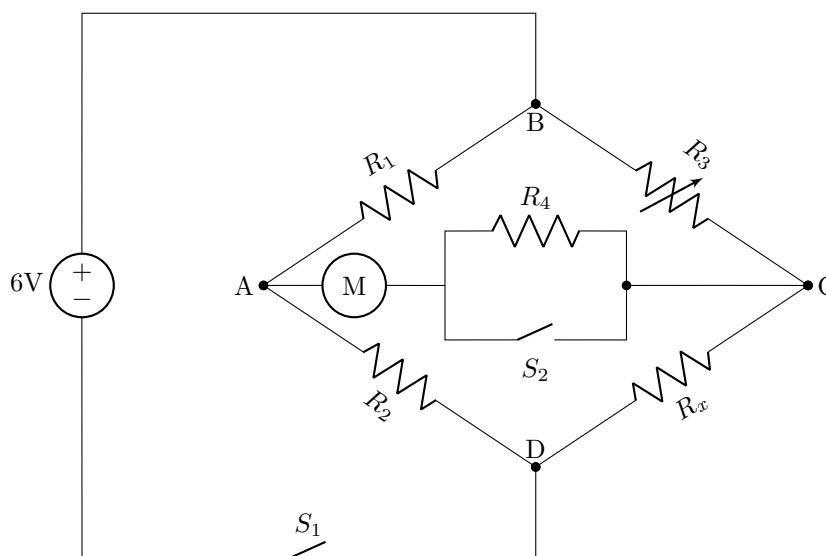

Figura 4.1: Puente de Wheatstone Experimental.
5. En la figura 4.1 el circuito del puente de Wheatstone experimental está en equilibrio cuando R_3 está ajustado para $3.750\ \Omega$. El valor de R_x es _____ Ω .
1. Conectar el circuito (figura 4.1). S_1 y S_2 están abiertos. Ajustar la alimentación regulada para $V = 6$ voltios. Ajustar R_3 , caja de décadas de resistencia, para resistencia máxima. (Si no se dispone de caja de década, utilizar un potenciómetro de 10.000 ohmios.) M es un galvanómetro con cero en el centro. (Si no se dispone de él, utilizar el margen o alcance de corriente de más sensibilidad